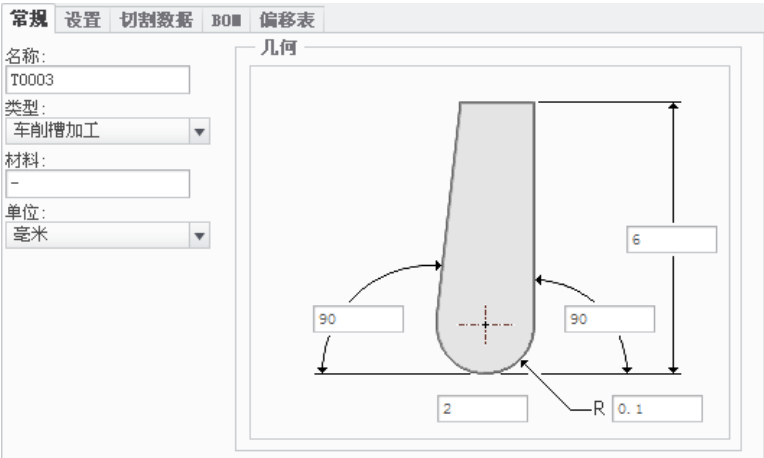

图 5.3.4 设置刀具参数
Step5. 在弹出的“刀具设定”对话框中单击  按钮，然后在 **常规** 选项卡中设置图 5.3.4 所示的刀具参数，设置完毕后依次单击 **应用** 和 **确定** 按钮，返回到“槽车削”操控板。